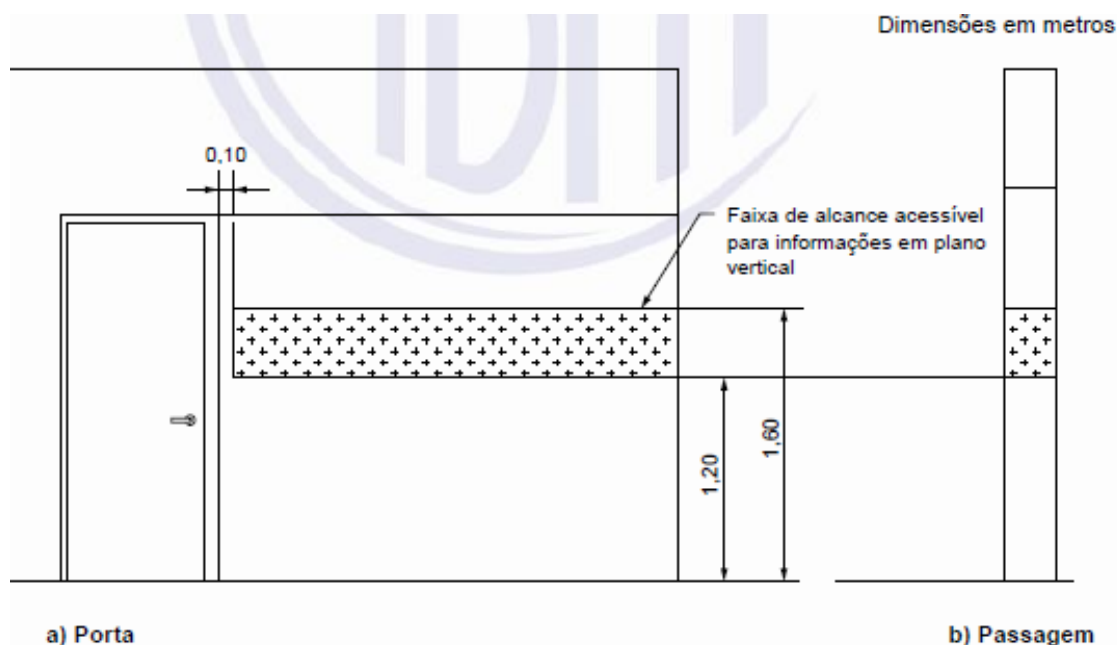

Figura 62 – Sinalização de portas e passagens – Faixa de alcance acessível
- a) a sinalização deve estar localizada na faixa de alcance entre 1,20 m e 1,60 m em plano vertical, conforme a Figura 62. Quando instalada entre 0,90 m e 1,20 m, deve estar na parede ao lado da maçaneta, em plano inclinado entre 15° e 30° da linha horizontal, e atender ao descrito em 5.4.6, quando exceder 0,10 m;
- b) a sinalização, quando instalada nas portas, deve ser centralizada e não pode conter informações táteis. Para complementar a informação instalada na porta, deve existir informação tátil ou sonora na parede adjacente a ela ou no batente, conforme a Figura 62 (NBR9050/2020);